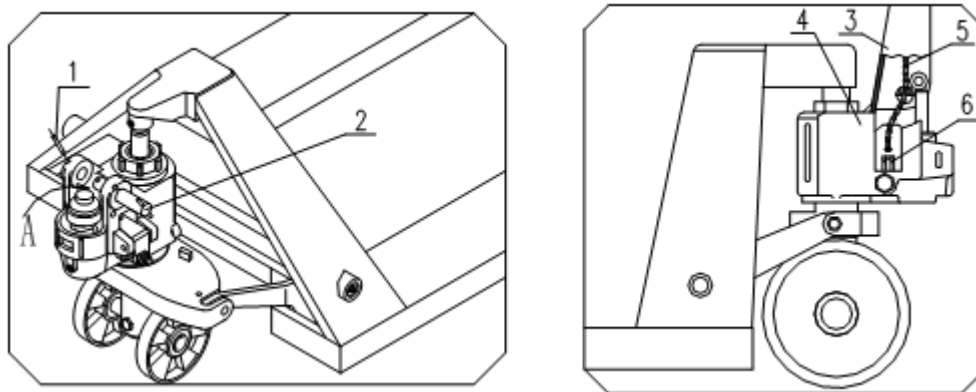

Рис. 1
1. См. рис. 1, вытащите шплинт 1 из штифта 2, затем вытащите штифт 2.